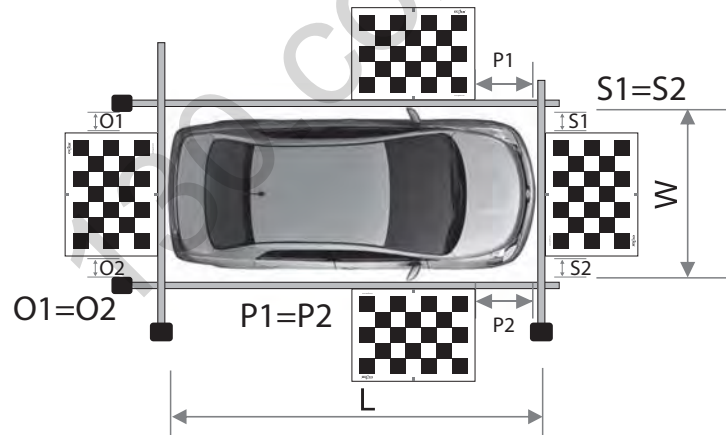

Рис. 4
1. Розмістіть калібрувальні плакати навпроти кожної камери відповідно до схеми нижче (Рис. 4). Червоні мітки на передньому та задньому калібрувальних плакатах повинні збігатися з центральною віссю автомобіля. Червоні мітки на бокових калібрувальних плакатах повинні збігатися з рівнем дзеркал автомобіля (місцем встановлення камер в дзеркалах).
2. Виконайте вимірювання відстаней L , W , $P1$, $P2$ (Рис. 4).